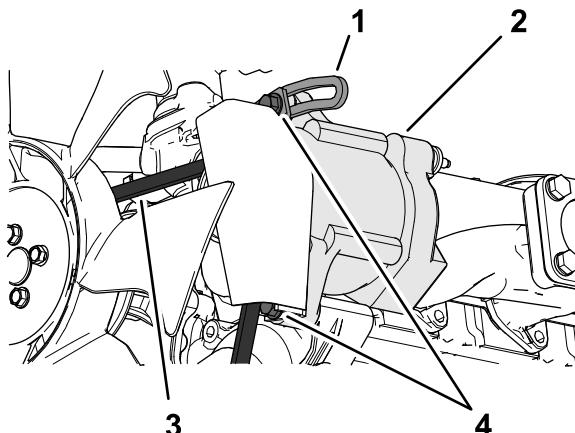

Figure 93
3. Desserrez le boulon sur le point de pivot de l'alternateur ; desserrez le boulon qui fixe l'alternateur au renfort fendu (**Figure 93**).